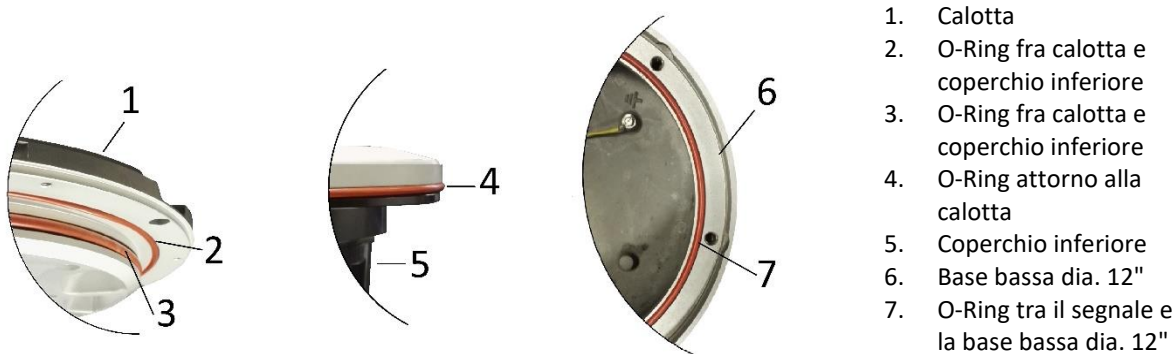

Figura 23– Guarnizioni del segnale
- due guarnizioni O-Ring fra calotta e coperchio inferiore (Figura 23- n°2 e 3);
- una guarnizione O-Ring attorno alla calotta (Figura 23- n°3);
- una guarnizione O-Ring fra il segnale e la base bassa dia. 12" (Figura 23- n°7);